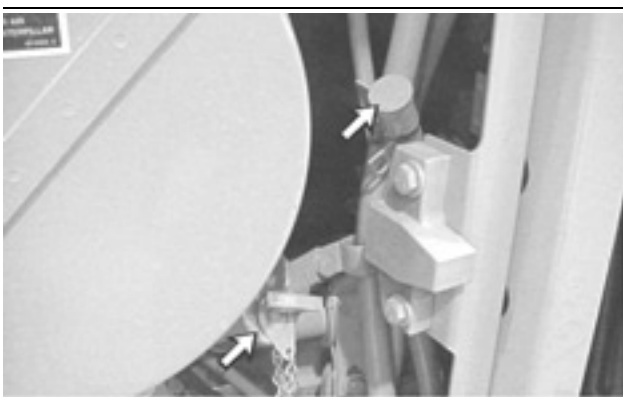

Рис. 267
8. Заправьте систему коробки передач маслом. См. рис. 267.